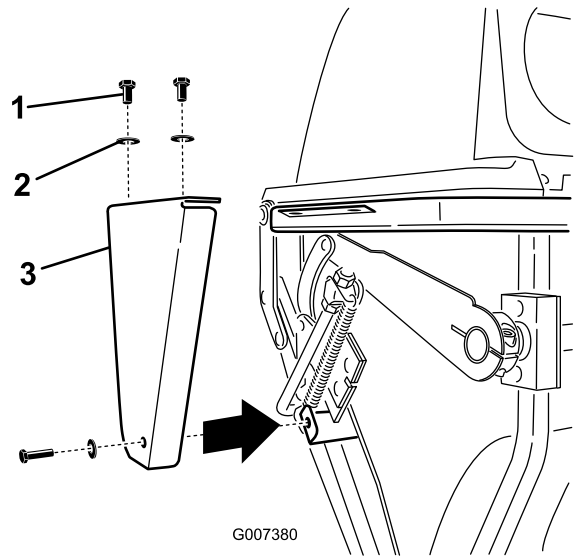

Bild 51
3. Nehmen Sie die Seitenplatten vom Heckfangsystem ab (Bild 51).